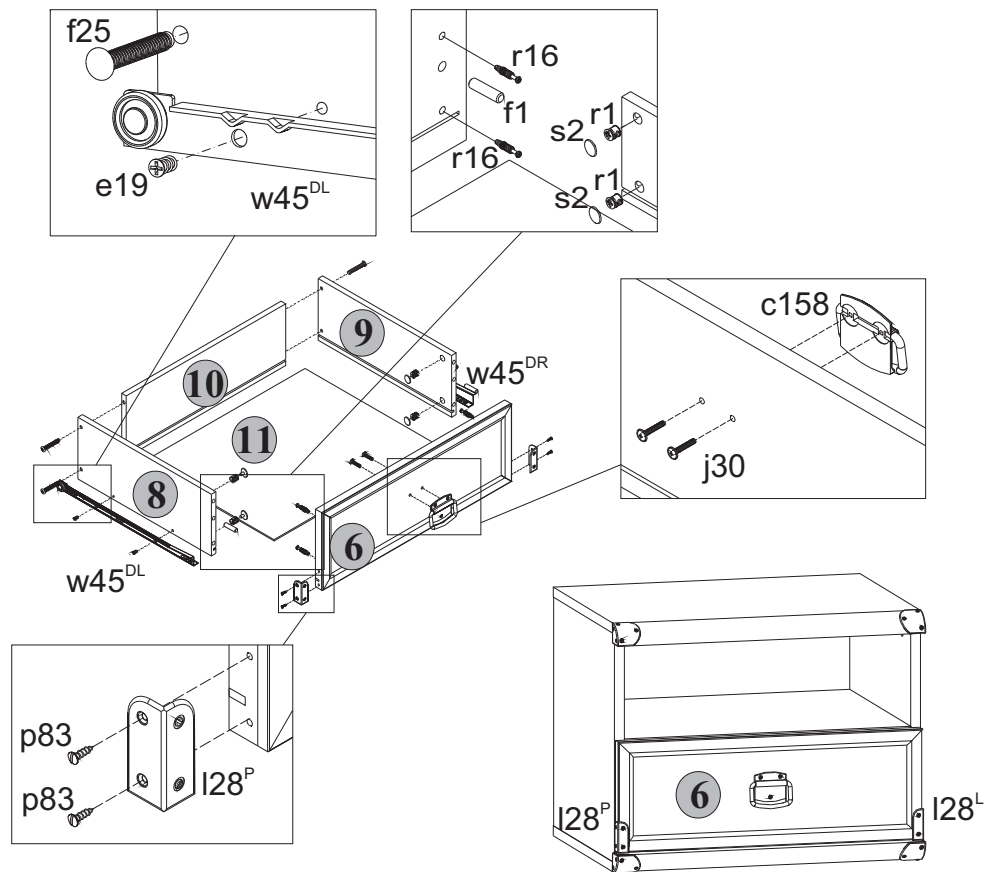

Рис. 3
- 5.13 В отверстия диаметром **15 мм** на внутренних поверхностях стенок боковых **8** и **9** корпуса выдвижного ящика вставить стяжки эксцентровые **r1 (см.рис.3)**.
- 5.14 В отверстия диаметром **5 мм** на внутренней поверхности панели передней **6** ящика выдвижного с помощью крестообразной отвертки вкрутить винты стяжки **r16 (см.рис.3)**.
- 5.16 Соединить панель переднюю **6** с корпусом ящика выдвижного и затянуть стяжки эксцентровые **r1**, пользуясь специальным ключом **z1**. Закрыть стяжки эксцентровые заглушками **s2 (см.рис.3)**.
5.12 В отверстия диаметром **8 мм** на передних кромках стенок боковых **8 и 9** корпуса выдвижного ящика вбить деревянные шканты **f1** (см.рис.3).